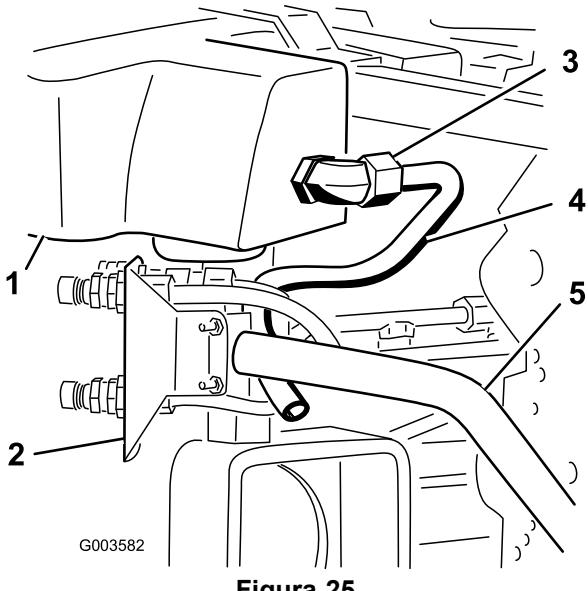

Figura 25
4. Posicione o tubo hidráulico número 3 na máquina como se mostra em Figura 25.
5. Instale o tubo hidráulico número 3 no grande cotovelo de 90 graus instalado no filtro de rede e depósito hidráulico (Figura 25 e Figura 30).